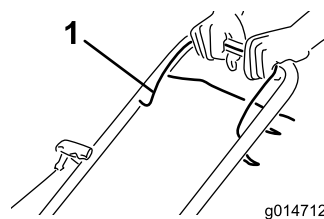

Figura 14
1. Mantenha barra de controlo da lâmina Figura 14 encostada ao manípulo.